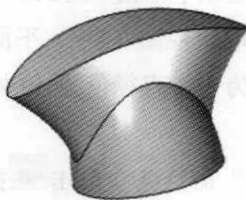
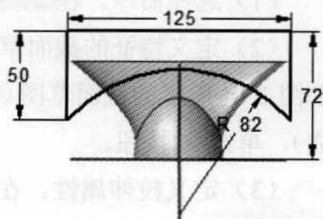

图 2.9 除料特征 1
图 2.10 截面草图
Step8. 创建图 2.9 所示的除料特征 1。
- (1) 选择命令。在 **实体** 区域中选择  命令。
- (2) 定义特征的截面草图。
- ① 选取草图平面。选取前视图 (XZ) 平面作为草图平面。
- ② 绘制截面草图。在草绘环境中绘制图 2.10 所示截面草图。
- ③ 单击“主页”功能选项卡中的“关闭草图”按钮 ，退出草绘环境。
- (3) 定义拉伸属性。在“除料”命令条中单击  按钮, 确认  按钮被按下, 在 **距离** 下拉列表中输入 50, 并按 Enter 键。
- (4) 单击“除料”命令条中的 **完成** 按钮, 单击 **取消** 按钮, 完成除料特征 1 的创建。